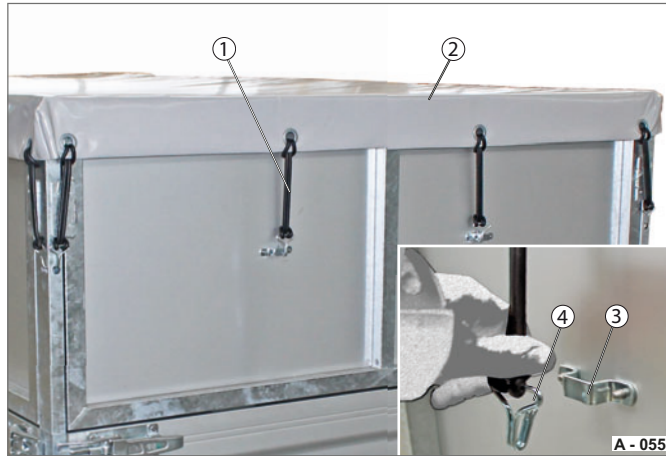
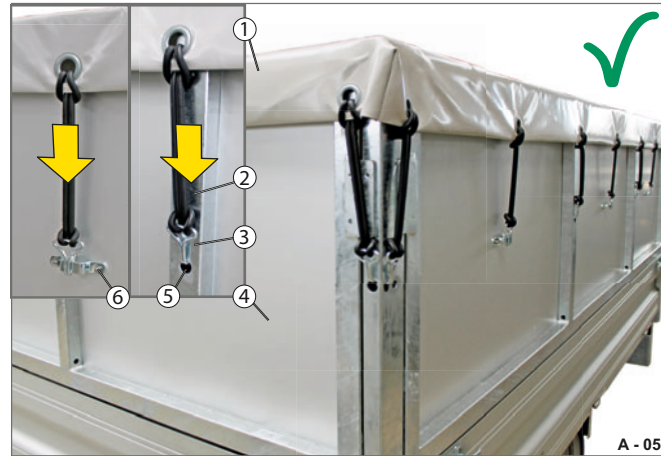

Abb. 62 Flachplane
Abb. 63 Flachplane gesichert (Fahrstellung)
- ▶ Ziehen Sie die Haken (Abb. 62/4) aus den Ösen (Abb. 62/3) bzw. Lochungen (Abb. 63/5) heraus.
- ▶ Öffnen und entfernen Sie die Flachplane (Abb. 62/2).
- ▶ Spannen Sie die Flachplane (Abb. 63/1) auf den Alu-Aufsatz (Abb. 63/4) auf.
- ▶ Sichern Sie die Flachplane rundum mit den Haken (Abb. 63/3) in den Ösen (Abb. 63/6) bzw. Lochungen (Abb. 63/5).